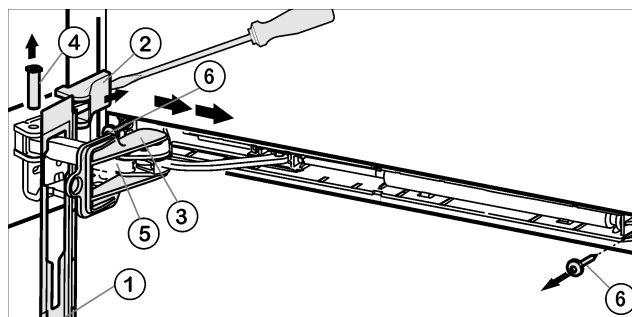

Fig. 5
- Spingere in avanti il pannello sopra la staffa ammortizzatrice Fig. 5 (5) in direzione dell'apparecchio.
- Innestare la protezione Fig. 5 (3) nell'asola.
- Sollevare la copertura Fig. 5 (2) con il cacciavite dal lato esterno e toglierla tirando verso l'esterno.
- Spingere fuori dal basso il perno Fig. 5 (4).
- Spingere la staffa ammortizzatrice Fig. 5 (5) verso la porta.
- Togliere il pannello Fig. 5 (1).
- Svitare l'intera unità dell'ammortizzatore di chiusura (2 x Torx® 15) Fig. 5 (6).